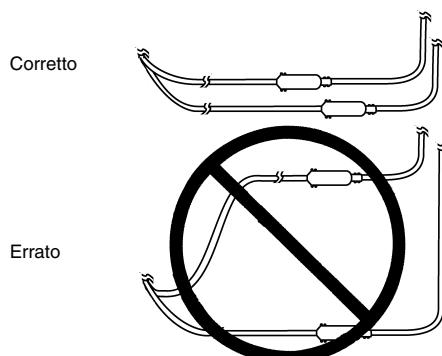

Figura 2. Instradamento di due elettrocatteteri ed estensioni.
- Quando vengono impiantati due elettrocatteteri, instradare le estensioni degli elettrocatteteri in modo che lo spazio tra gli stessi sia ridotto al minimo (Figura 2). Se l'elettrocattetero e l'estensione vengono instradati in un anello e il paziente viene esposto a fonti di interferenza elettromagnetica (ad esempio, dispositivi antifurto), il paziente può percepire un momentaneo aumento della stimolazione che alcuni pazienti hanno descritto come una stimolazione spiacevole (sensazione di sobbalzo o di shock).